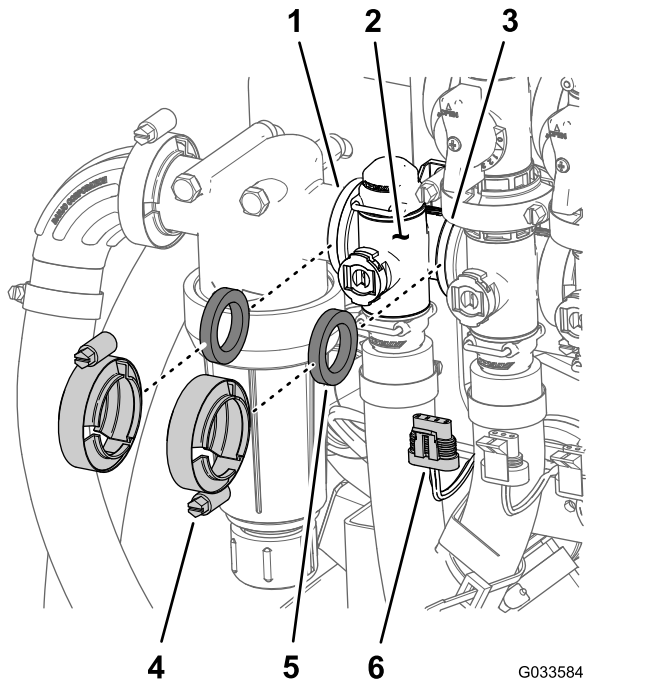

Figura 113
1. Retire os grampos e as juntas que prendem o coletor da válvula de controlo de aplicação (**Figura 113**) ao filtro de pressão e válvula de agitação.